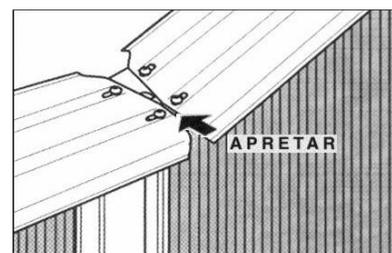

fig.31
d) Formare un circolo perfetto e stringere fortemente in dentro la parte superiore della parete su ognuna delle colonne (fig. 31) (questo aiuterà a fare un circolo perfetto con la parte inferiore della parete).